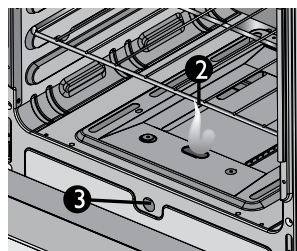

Figura 26
- Conserve la llama en perforación frontal o superior de ignición hasta que la fuente de calor esté completamente encendida y estable. Verificar a través de las dos perforaciones delanteras o en la perforación frontal según modelo (Ver figura 26).